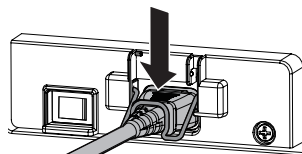

図4
- 4) 電源コードホルダーの先端を電源コードにしっかりとはめ込んで、電源コードを固定する（図4）